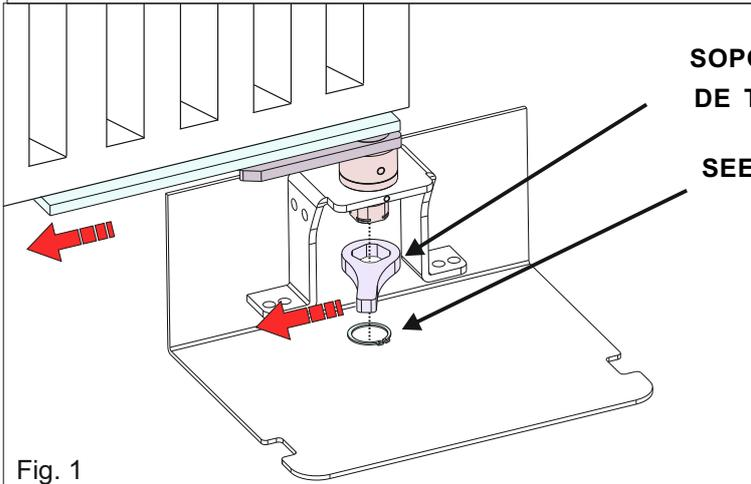
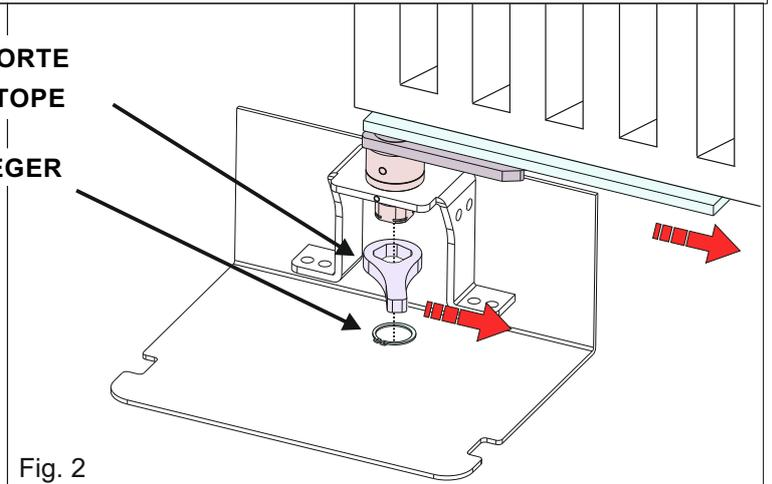

Fig. 1
Fig. 2
1. Insertar el soporte de tope en el eje, **asegurándose de insertarlo en la misma dirección en la que está orientada la varilla de soporte de la hoja**, luego bloquéelo con el seeger (Fig. 1 y Fig. 2)